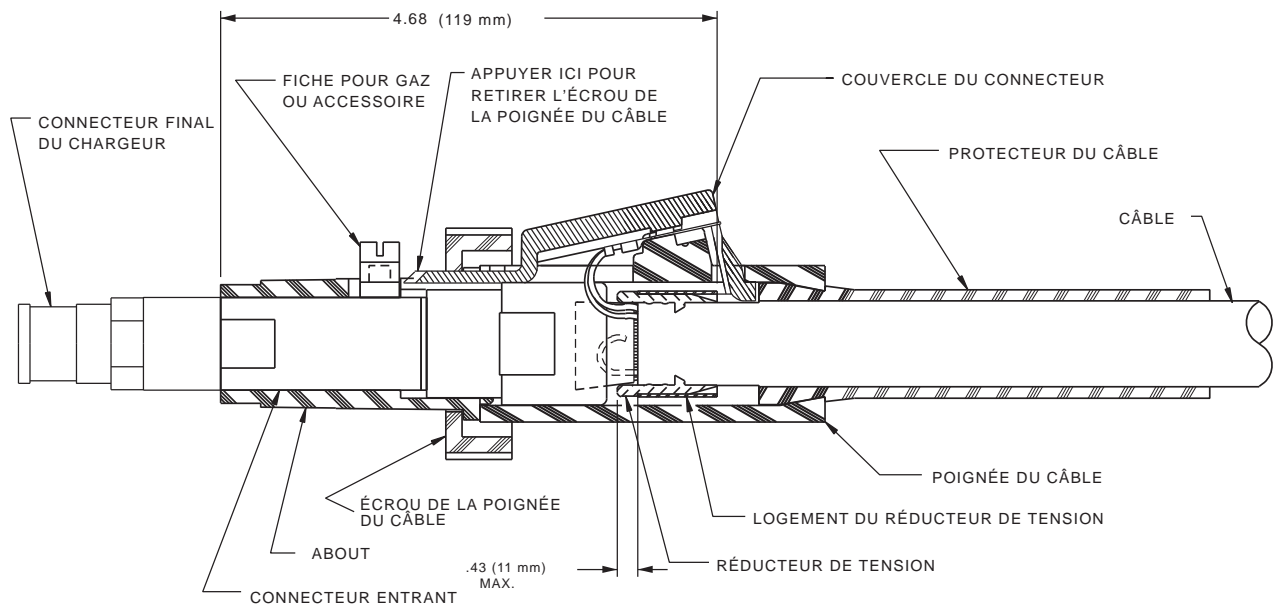

Figure 5
- b. Retirer le connecteur final du chargeur, la fiche moulée pour le gaz (ou l'accessoire indenté), l'écrou de la poignée du câble, l'about en plastique et le couvercle du connecteur (voir la Figure 5).
Positionner le réducteur de tension en plastique de telle sorte que l'extrémité taraudée se trouve à 4,68" (119 mm) du connecteur entrant (voir la Figure 5). Verrouiller en place avec le logement en acier. Le réducteur de tension en plastique peut surplomber l'enveloppe du câble sur un maximum de 0,43" (11 mm).
- g. Positionner le protecteur du câble et la poignée du câble sur le câble et monter en place les terminales des fils de contrôle de rechange sur la poignée du câble. Insérer le couvercle du connecteur à sa place. Installer l'about et le fixer à la poignée du câble avec l'écrou de la poignée du câble. Se reporter à la Figure 5.